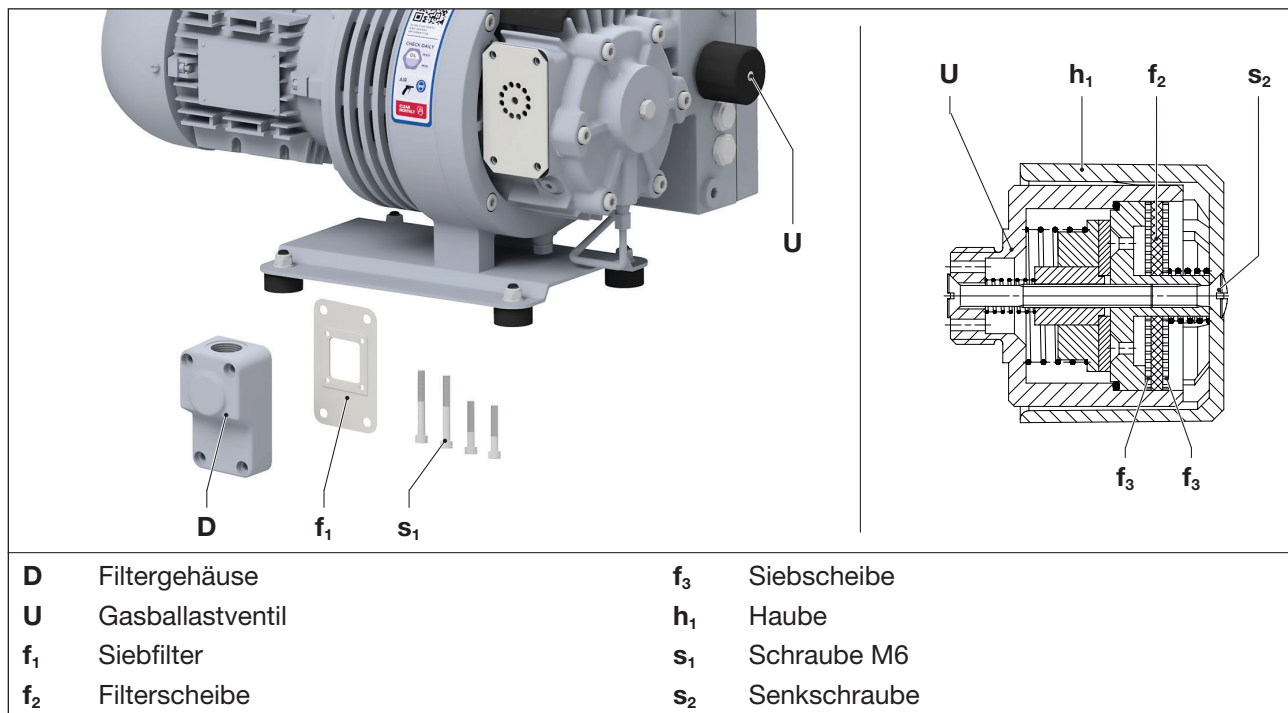

Abb. 6 Siebfilter und Gasballastventil
Der Siebfilter (Abb. 6/f₁) im Vakuum-Anschluss ist je nach Verunreinigung des abgesaugten Mediums mehr oder weniger oft durch Auswaschen bzw. Ausblasen zu reinigen oder zu ersetzen.
- Filtergehäuse (Abb. 6/D) nach dem Lösen der Schrauben (Abb. 6/s₁) von der Pumpe abnehmen.
- Siebfilter (Abb. 6/f₁) aus dem Filtergehäuse (Abb. 6/D) herausnehmen und reinigen.
- Siebfilter (Abb. 6/f₁) wieder in das Filtergehäuse (Abb. 6/D) einsetzen und Filtergehäuse mit den Schrauben (Abb. 6/s₁) an der Pumpe befestigen. Anzugsmoment: 10 Nm
Die Pumpen arbeiten mit einem Gasballastventil (Abb. 6/U). Die eingebaute Filterscheibe (Abb. 6/f₂) ist je nach Verunreinigung des durchströmenden Mediums mehr oder weniger oft zu reinigen.
- Senkschraube (Abb. 6/s₂) lösen und die Kunststoffhaube (Abb. 6/h₁) entfernen.
- Die Filterscheibe (Abb. 6/f₂) und die beiden Siebscheiben (Abb. 6/f₃) durch Ausblasen reinigen oder ersetzen.
- Die Filterscheibe (Abb. 6/f₂) zwischen die Siebscheiben (Abb. 6/f₃) legen und in das Ventil einsetzen.
- Die Kunststoffhaube (Abb. 6/h₁) aufsetzen und das Gasballastventil mit der Senkschraube (Abb. 6/s₂) wieder an der Vakuumpumpe befestigen. Senkschraube handfest anziehen.